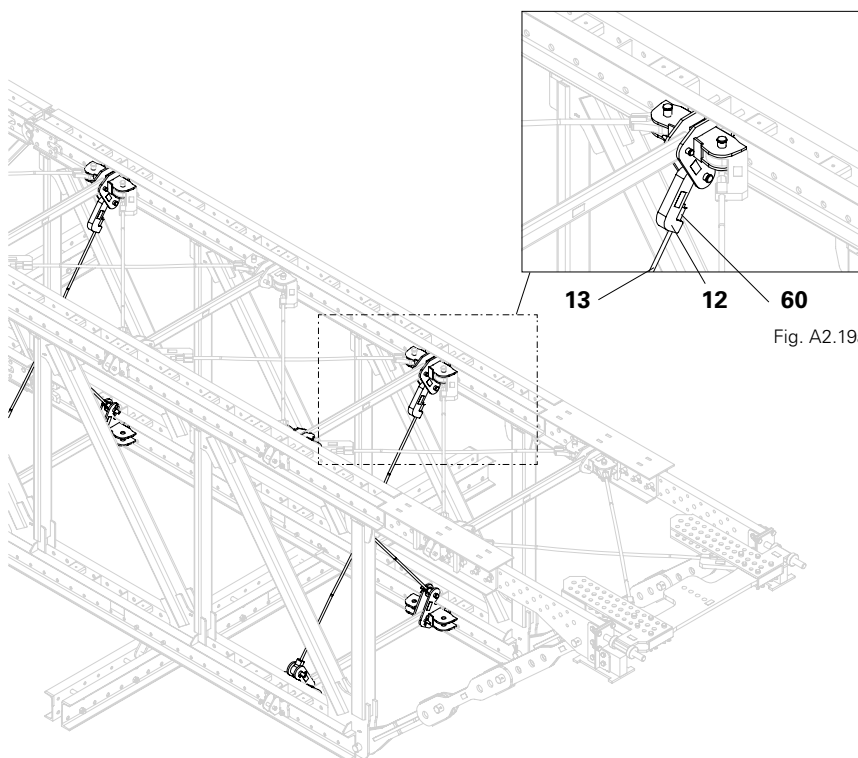

Fig. A2.19
4. Posizionare lo snodo a occhiello (11) diagonalmente nell'attacco combinato verticale (4) nel corrente inferiore.
5. Fissare il collegamento a occhiello con i perni (45) e assicurarlo con l'inserito a molla (40).
6. Stringere tutti i dadi (60) sul tenditore articolato con una chiave e regolare il punto di impalcatura in modo che non abbia gioco. (Fig. A2.19)